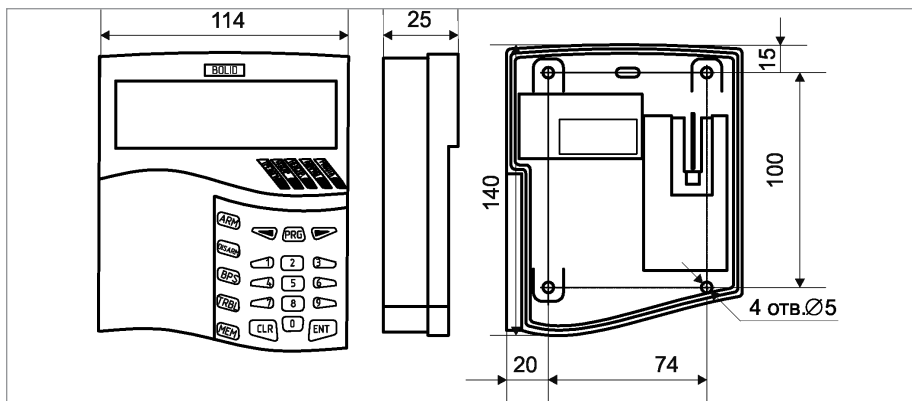

Рисунок 1. Внешний вид и габаритные размеры «С2000М»
2. В соответствии с габаритным чертежом (см. рис. 1 – 3) наметьте на стене места для установочных отверстий: